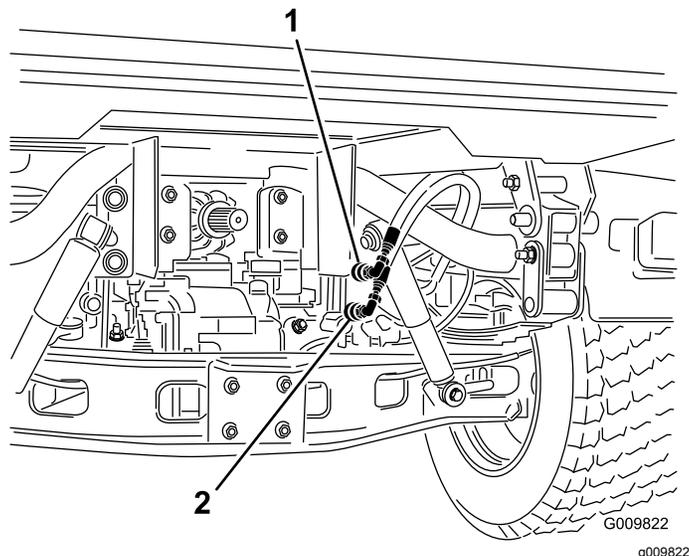

Figura 84
2. Desligue, em ambos os veículos, as 2 mangueiras de acoplamento rápido das mangueiras ligadas ao suporte do acoplamento (Figura 84).